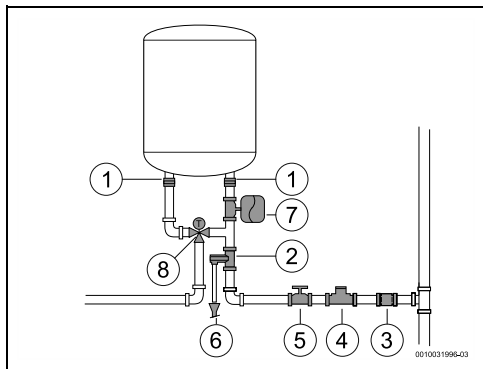

Fig. 15
- ▶ Recomendável instalar uma válvula termostática (Fig. 15, [8]) no tubo de saída do aparelho se forem utilizados tubos PEX. Deverá ser ajustado de acordo com o desempenho do material utilizado.
- ▶ Nunca instalar nenhum acessório (para além dos representados na Fig. 15) entre a válvula de segurança e a entrada de água fria (lado direito) do aparelho.
- ▶ instalar uma válvula redutora (Fig. 15, [4]). A válvula de segurança vai atuar sempre que a pressão da água no aparelho for superior a 8 bar ( $\pm 1$  bar), pelo que é necessário prever uma forma de canalizar o escoamento dessa água.
- ▶ instalar um vaso de expansão (Fig. 15, [7]) para evitar que a abertura da válvula de segurança seja tão frequente. O volume do vaso de expansão deve ser o equivalente a 5% do volume do aparelho.